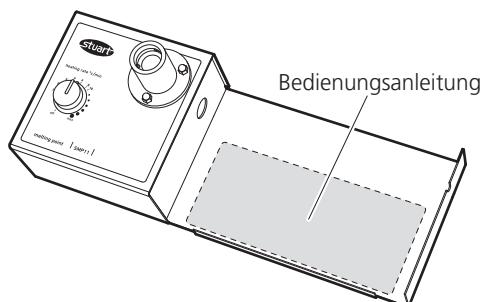

Abb. 2
2. (Für den erstmaligen Einsatz). Nach dem Auspacken des Geräts wählen Sie bitte das entsprechende Selbstklebeetikett aus dem mitgelieferten mehrsprachigen Set aus. Folie auf der Rückseite abziehen und das Etikett auf die große Aussparung der Metalloberfläche rechts am Gerät aufkleben (siehe Abb. 2). Das Etikett mit einem flachen Gegenstand so aufdrücken, das keine Luftblasen verbleiben.